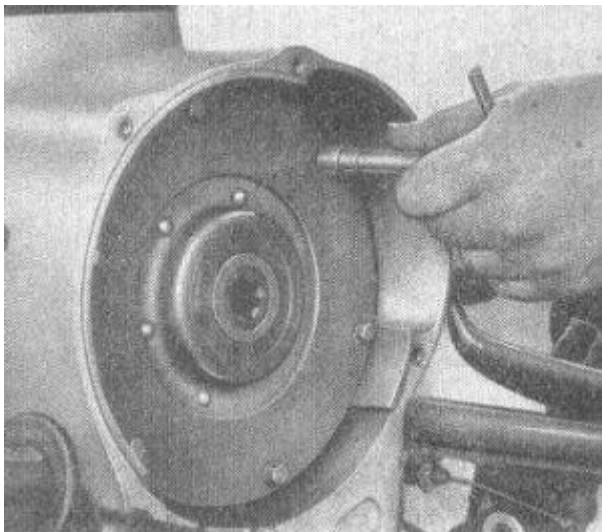

Bild 61. Kupplung ausbauen
2. Sechs Sechskantmuttern M6 abschrauben (**Bild 61**).